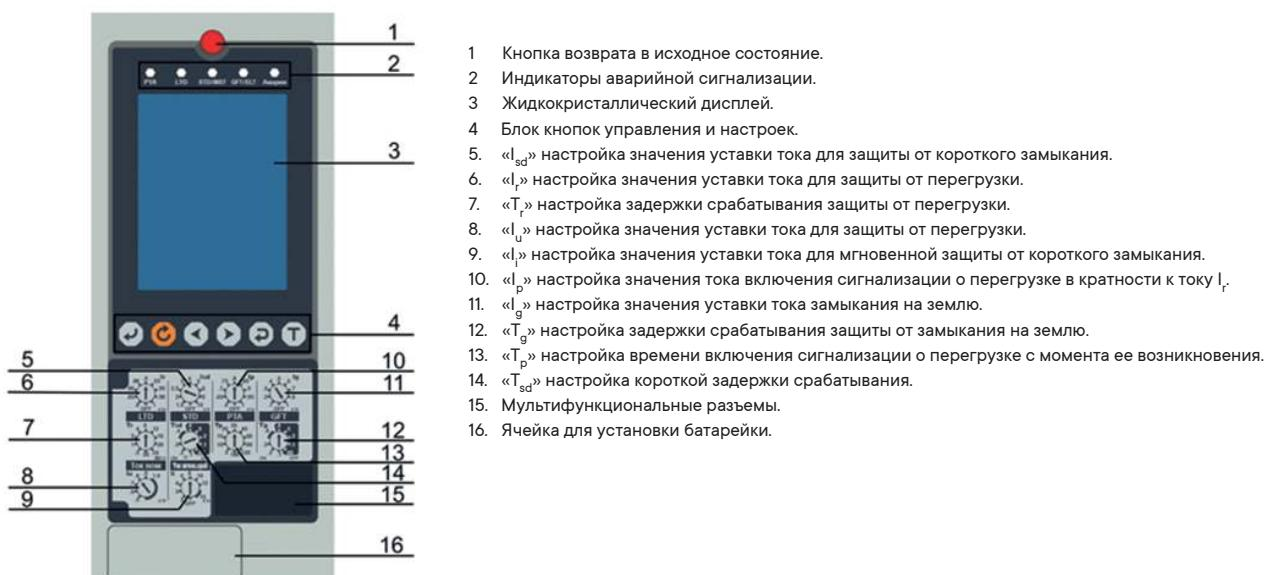

Рисунок 6 – микропроцессорный расцепитель MR8.1
4.2.4 Настройка микропроцессорного расцепителя MR8.1, смотри рисунок 6.